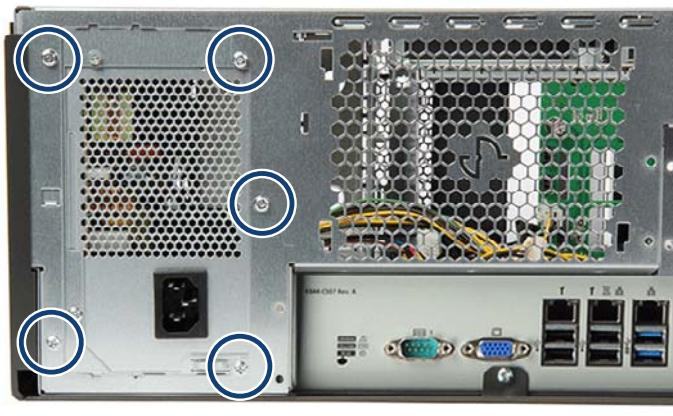

図 57: 標準電源ユニットの取り外し
- ▶ 5 本のネジ（図 57 を参照）で電源ユニットをシャーシに固定します。